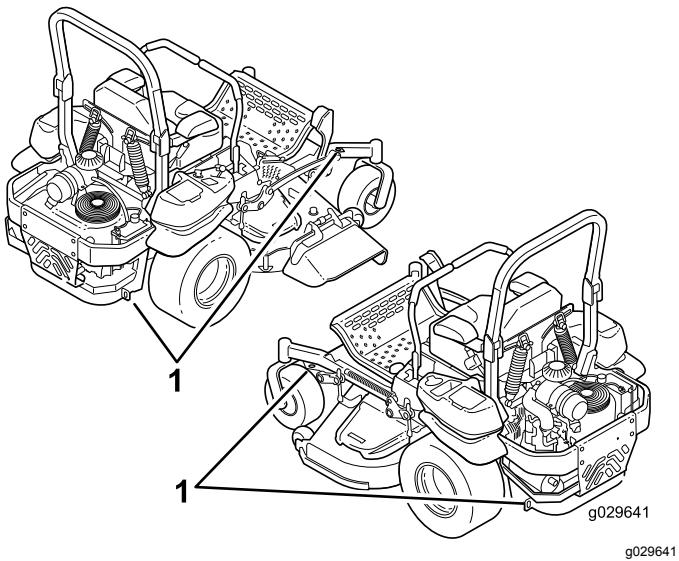

Figura 39
5. Utilizzate gli anelli di ancoraggio sulla macchina per fissarla saldamente al rimorchio o all'autocarro per mezzo di cinghie, catene, cavi o corde (Figura 39).